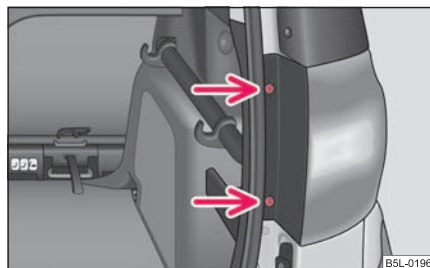

Fig. 242 Demontarea lămpii din spate
- Cu ajutorul unei chei Torx din trusa de scule deșurubați lampa. Partea mai scurtă a cheii servește la desfacerea șuruburilor, iar partea mai lungă, la deșurubarea completă ⇒ fig. 242.
- Înșurubați lampa ⇒ pagina 258, fig. 242.